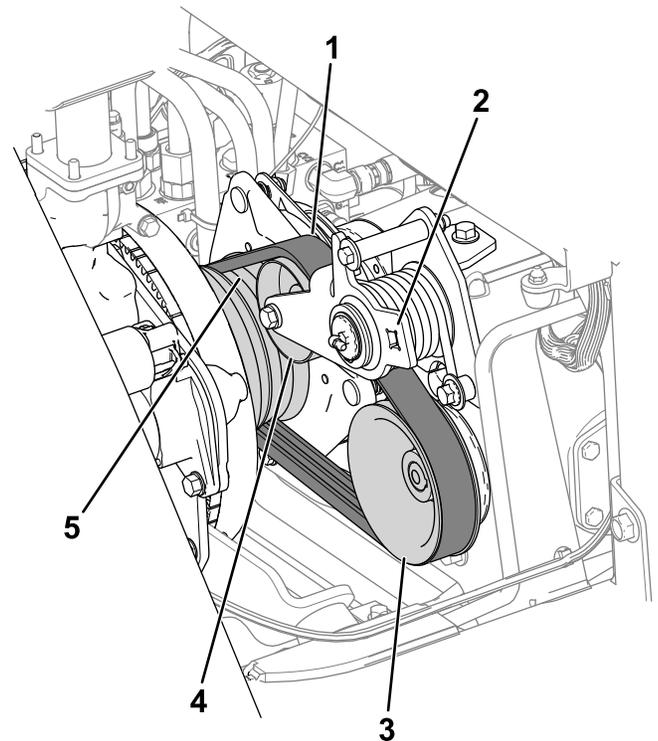

Bild 1
1. Lösen Sie mit einer Ratsche die Spannung des Antriebsriemens (**Bild 1**).
2. Ziehen Sie den Antriebsriemen von der Spannscheibe ab (**Bild 1**).
7. Legen Sie den Riemen auf die Spannscheibe (**Bild 1**).